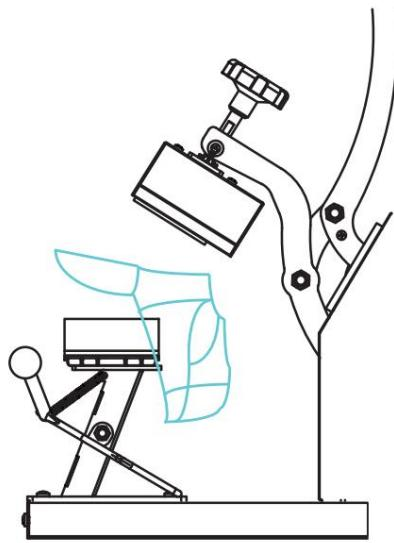

Abbildung 7
4. Wie in den Abbildungen 5 und 6 gezeigt, ziehen Sie den „Kappenspannergriff“ in Pfeilrichtung, um den Kappenspanner anzuheben. Setzen Sie die zu verarbeitende Kappe auf die Form, lassen Sie den „Kappenspannergriff“ los, die Kappe wird abgeflacht, wie in Abbildung 7 gezeigt.